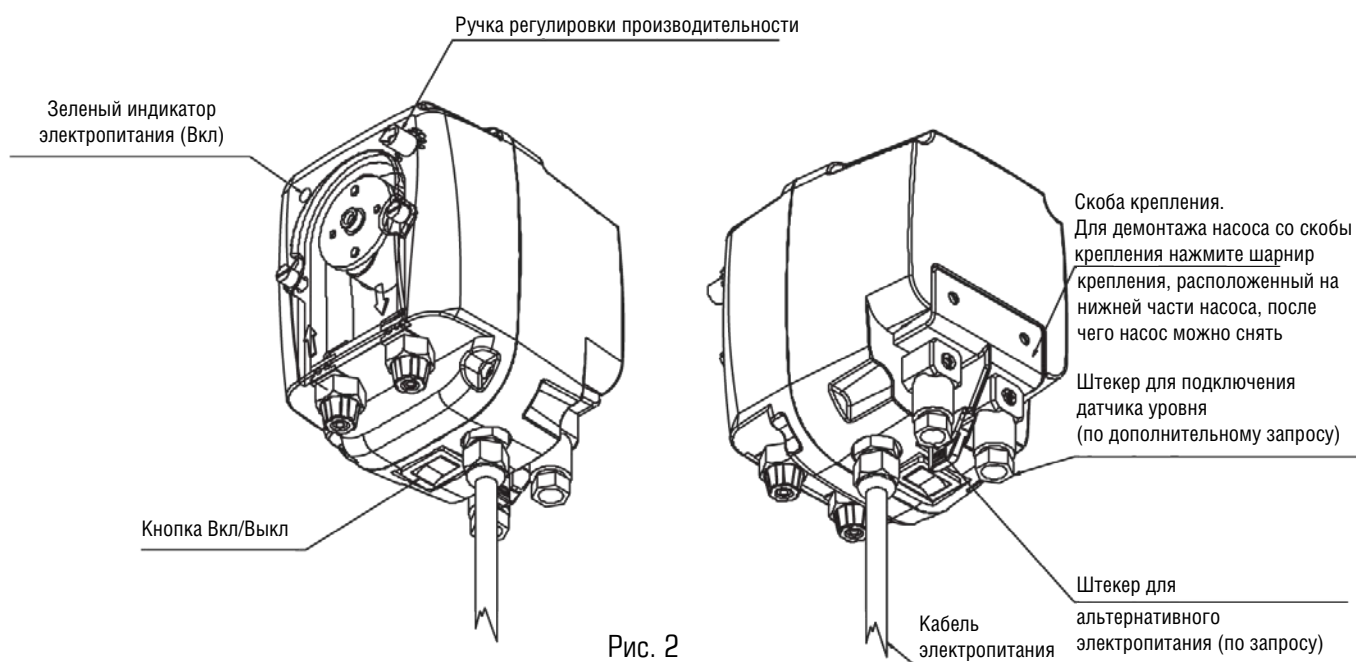

Рис. 2
1. Отсоединить вилку кабеля электропитания от сетевой розетки 220V или отключить питание двухполюсным выключателем с минимальным расстоянием между контактами 3 мм (Рис. 2)
1. Отсоединить пины от сетевой розетки или отключить питание двухполюсным выключателем с минимальным расстоянием между контактами 3 мм (Рис. 2)
**Примечание:** при установке датчика уровня, индикатор электропитания (зеленый), показанный на **Рис.2**, загорается желтым цветом в случае отсутствия реагента в емкости.